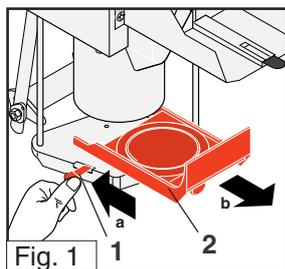

Fig. 1
- Presione el cierre (1) de la sujeción hacia atrás. Saque completamente el soporte del plato-filtro (2) y enjuáguelo con agua caliente. (Fig. 1)
- Limpie la puerta, el mueble y el fondo del dispensador por dentro con un paño húmedo. (Fig. 1)